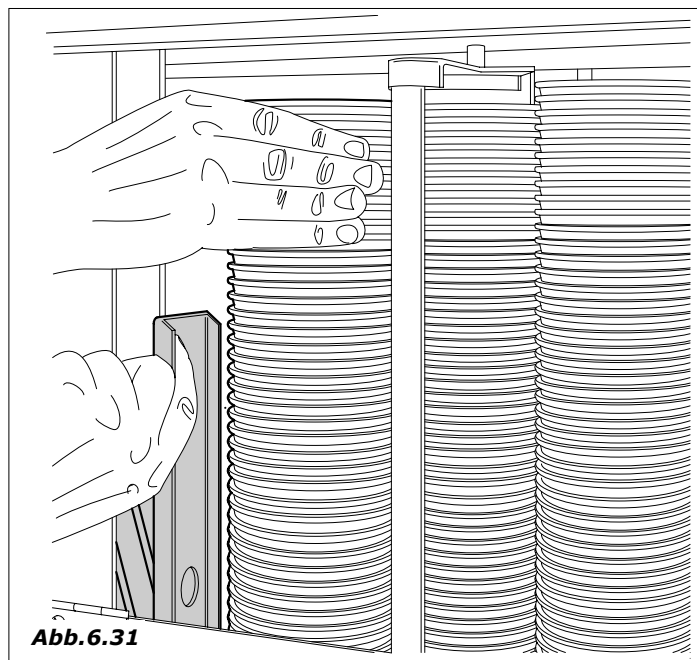

Abb.6.31
- Fügen Sie zwei Becherstangen links ein; der Füllvorgang ist damit abgeschlossen. (Abb. 6.31)